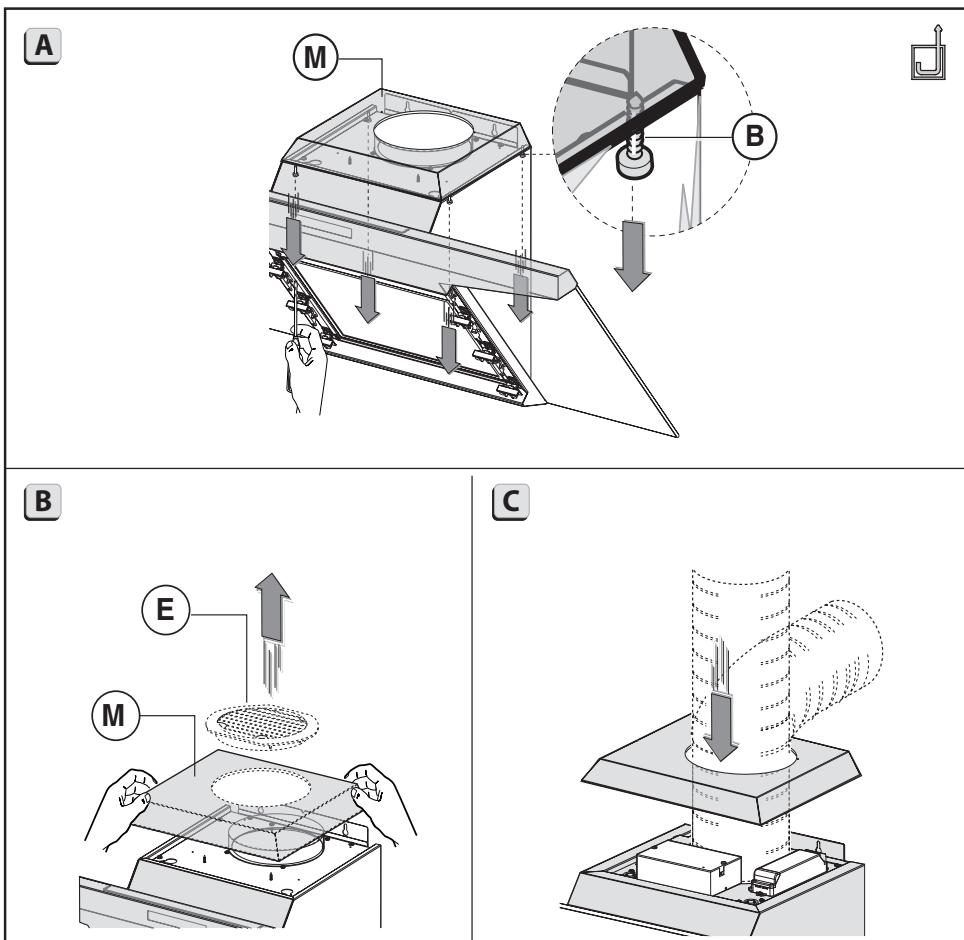

Fig.9
- Togliere le 4 viti **B** come indicato in (fig.9 A).
- Rimuovere sia la griglia **E** posta sopra il foro d'uscita aria, che il cupolino **M** come indicato in (fig.9 B).
- Collegare la cappa al tubo flessibile (non fornito) che a sua volta sarà collegato al foro di evacuazione aria predisposto in precedenza (fig.9 C).
- Fissare nuovamente il cupolino con le 4 viti in precedenza tolte in (fig.9 A).